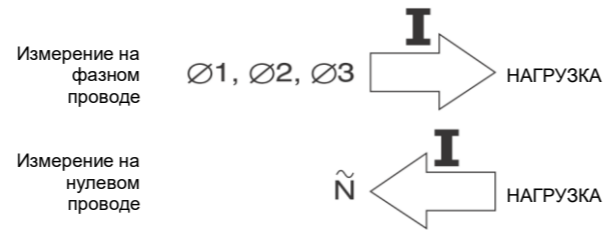

Рис. 4. Ориентация токовых клещей
5. Убедитесь, что стрелки на губках токовых клещей указывают в сторону нагрузки в случае измерения на фазном проводе или от нагрузки (в сторону источника питания) для измерения на нулевом проводе. (см. рис. 4.)